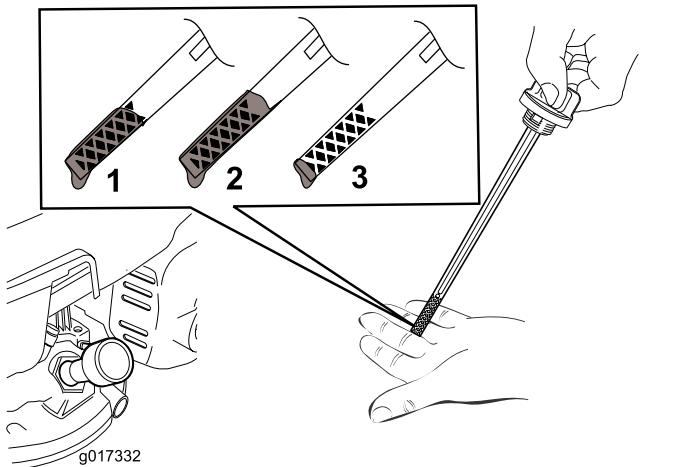

図11
5. オイルの量の確認方法は図11を参照。
注 ディップスティックで量を確認しながら図11に示される適正量までオイルを入れる。オイルを入れすぎてしまった場合には、「エンジンオイルの交換」の項に従って余分なオイルを抜き取ってください。